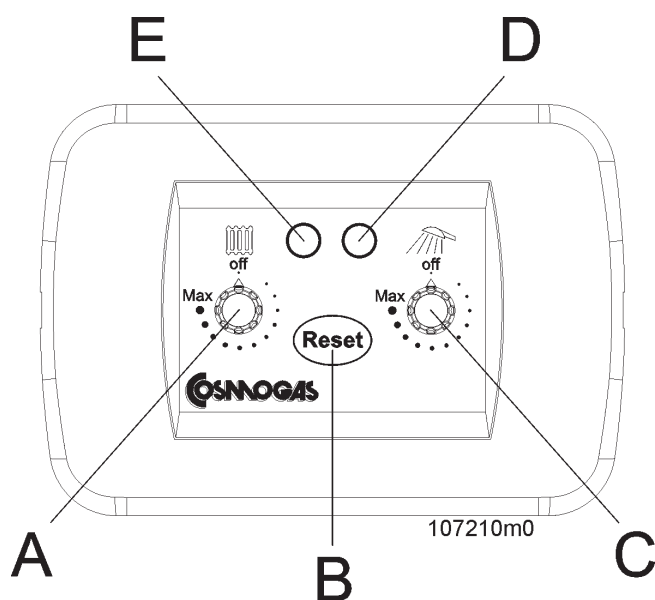

Figura 32 - Comando remoto
La caldaia è collegata al comando remoto (vedi figura 32) e le funzioni di regolazione della temperatura del riscaldamento e la regolazione della temperatura del sanitario, si eseguono direttamente sullo stesso come indicato di seguito:
- la regolazione del riscaldamento si esegue direttamente dalla manopola "A" di figura 32.
- la regolazione del sanitario si esegue direttamente dalla manopola "C" di figura 32.
Inoltre, è possibile resettare eventuali allarmi premendo il tasto RESET (vedi figura 32 particolare "B")
- Led rosso acceso: modulo termico in blocco. Ne è possibile la riattivazione premendo il tasto RESET (vedi figura 32 particolare "B"). Se il blocco si ripete frequentemente, contattare un tecnico professionalmente qualificato;
LEGENDA figura 32